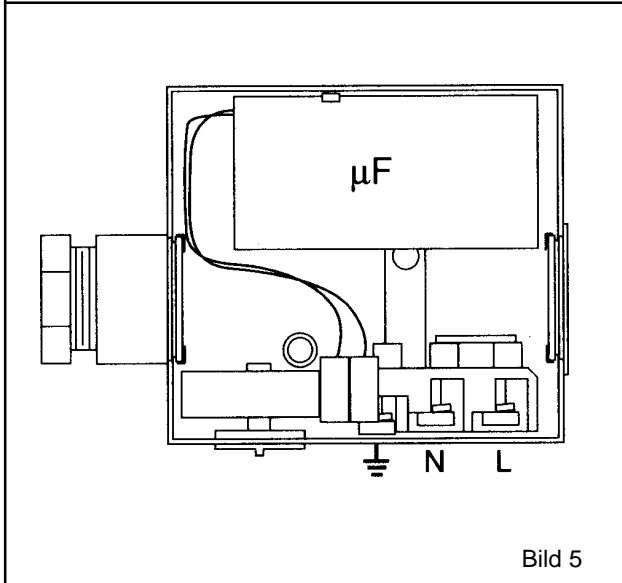

Bild 5
- Nätanslutning utföres enligt kopplingsschema, (Bild 5).